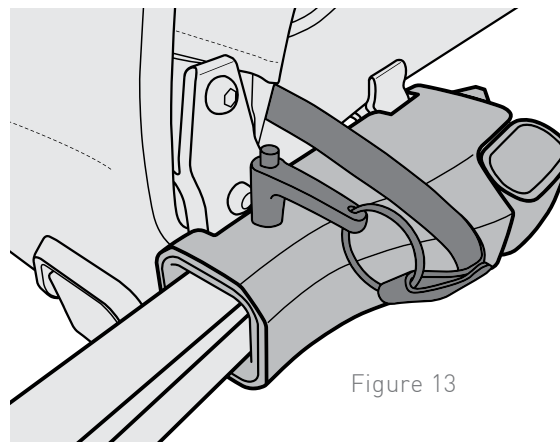

Figure 13
4. Abaissez le bouton en haut de la tige de retenue secondaire et insérez cette dernière dans le récepteur rapide et la barre de remorquage, une fois les orifices alignés (Figure 13).